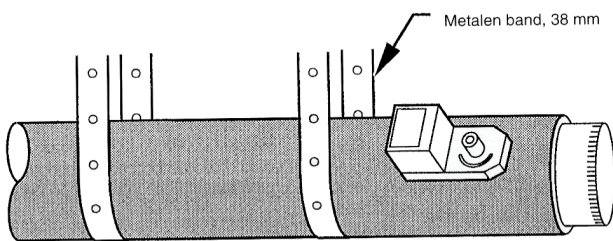

Fig. 2 - Geïsoleerd rond metalen kanaal
1. Schuif het uiteinde van de zoneklep over het uiteinde van het kanaal. Gebruik zelftappende plaatschroeven voor de bevestiging (zie fig. 2). Let op: alleen de laatste 4 cm van de klep gebruiken om te voorkomen dat het klepblad vastloopt.